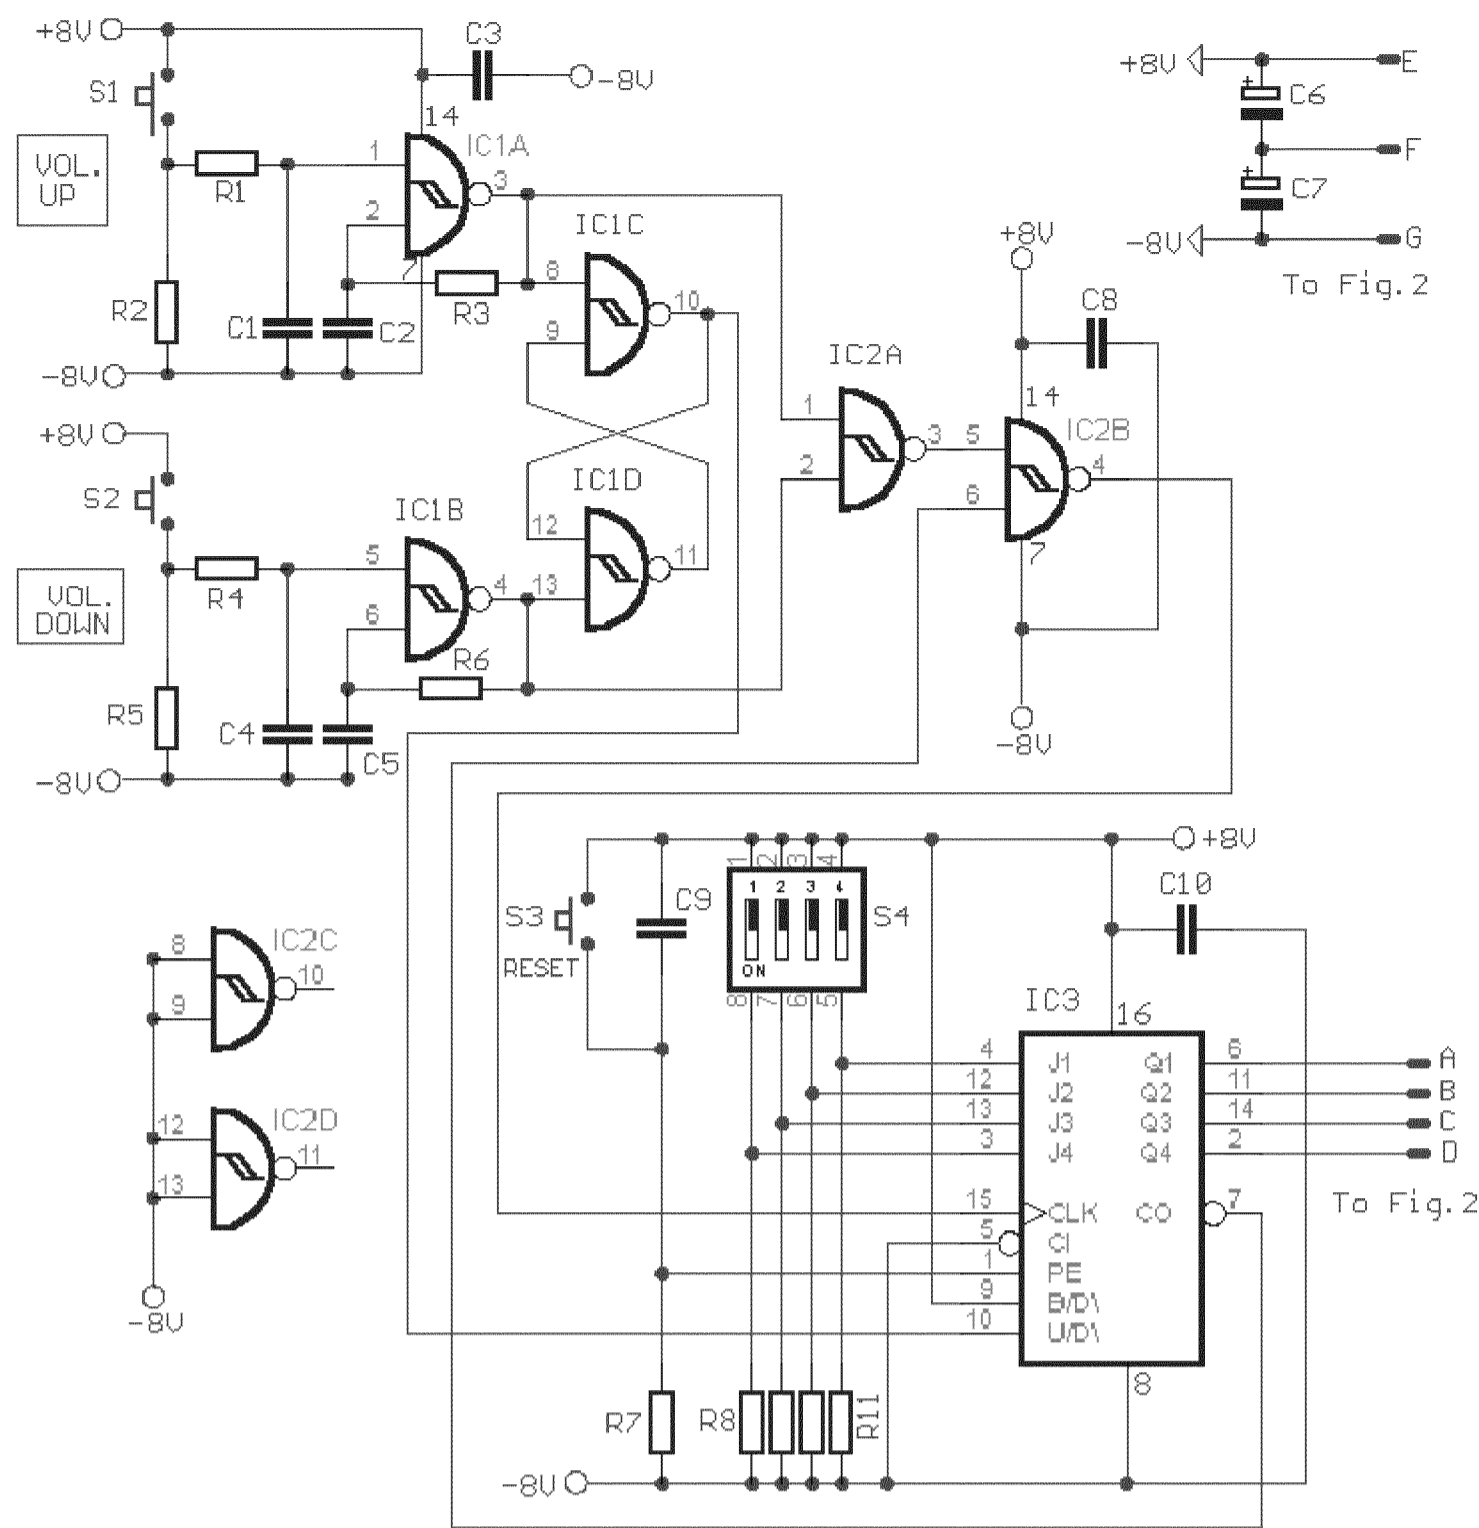
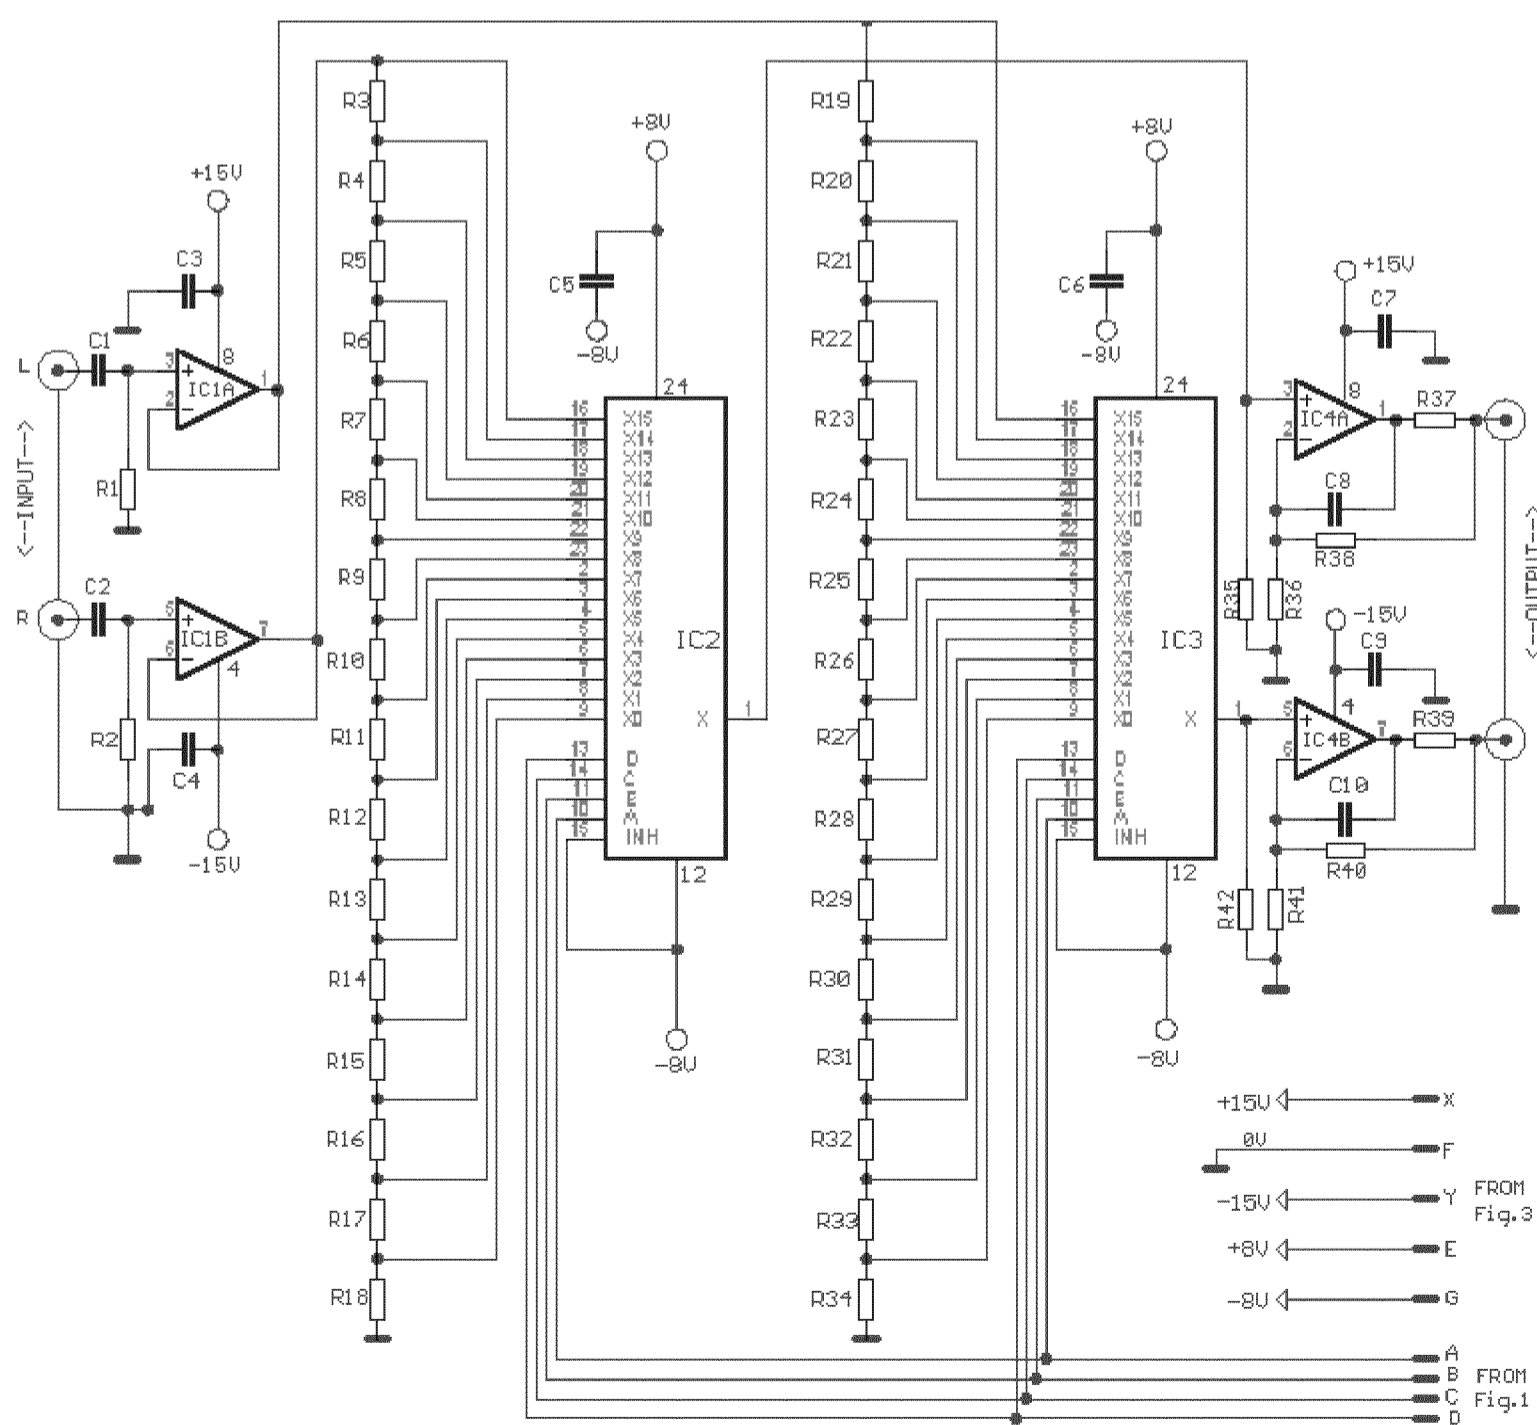
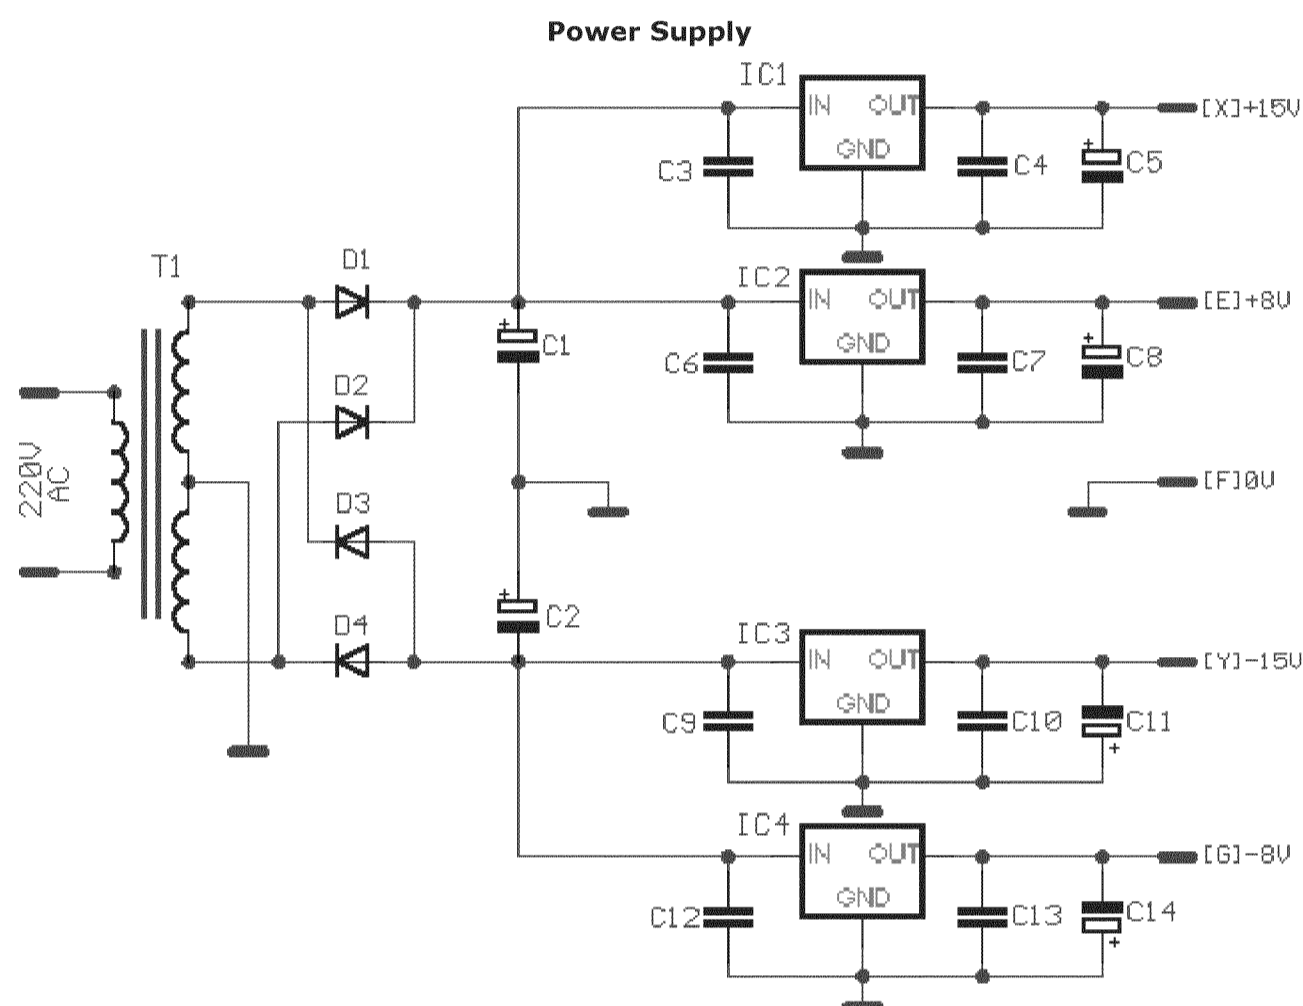

Fig.1- DIGITAL VOLUME
Fig.2- DIGITAL VOLUME
Fig.3--POWER SUPPLY FOR DIGITAL VOLUME Sam 3/02
Το κύκλωμα είναι ένας προενισχυτής με ψηφιακή ρύθμιση της έντασης του ήχου. Είναι χωρισμένος σε τρία τμήματα σε ανάλογα σχέδια. Στο πρώτο σχέδιο (Fig.1) βρίσκεται το κύκλωμα ελέγχου του ηλεκτρονικού ποτεσομέτρου. Ο έλεγχος γίνεται από δυο πιεστικούς διακόπτες. Τον S1 (UP), που ανεβάζει την ένταση του ήχου και τον S2 (DOWN), αντίθετα, που κατεβάζει την ένταση, ελέγχοντας τους δυο ταλαντωτές IC1A-B, ακολουθεί ένας διασταθής πολυδοντής R-S (IC1C-D), με τους οποίους καθορίζεται η κατεύθυνση του απαριθμητή IC3. Η πύλη IC2B εξασφαλίζει την απενεργοποίηση του απαριθμητή στα όρια της περιοχής ρύθμισης. Με τον S4 έχουμε την δυνατότητα να επιλέξουμε το επίπεδο του ήχου στο οποίο θα επανέλθει μετά από RESET ή όταν δίνουμε τάση στο κύκλωμα. Αυτή η λειτουργία είναι πολύ χρήσιμη όταν επιλέξουμε μηδενική στάθμη ήχου, τότε με τον διακόπτη S3 έχουμε την δυνατότητα να παμε σε κατάσταση MUTE, σε ταχύ μηδενισμό του ήχου. Θα πρέπει να προσέξετε την τροφοδοσία του κυκλώματος η οποία είναι συμμετρική ± 8V. Οι λογικές καταστάσεις, από τις εξόδους A,B,C,D, οδηγούνται στις αντίστοιχες εισόδους των IC2-3 στο Fig.2, ενώ τα σημεία E,F,G, συνδέονται στις αντίστοιχες εξόδους του τροφοδοτικού (Fig.3).
The circuit is a preamplifier with digital regulation intensity of sound. He is separated in three departments. In first schematic (Fig.1), is found the circuit of control of electronic potesometer. The control become from two pressing switches. The S1 (UP), that put up the intensity of sound and the S2 (DOWN), on the contrary, that lower the intensity, checking them two oscillator follow a bistable multivibrator R-S (IC1C-D), with that determined the direction of counter IC3.. The gate IC2B ensure deactivate the counter in the limits of region of regulation. With the S4 we have the possibility selecting the level of sound, in which it will come back after RESET or when we give supply in the circuit. This operation is very useful when we select null level of sound, then with switch S3 we have the possibility of going to situation MUTE, to rapid nihilism of sound. It will be supposed you are careful the supply of circuit, which is symmetrical ± 8V. The logic conditions, from outputs A,B,C,D driven on correspondingly inputs IC2-3 in Fig.2, the points E,F,G linked on correspondingly outputs from power supply (Fig.3).
Στο δεύτερο σχέδιο (Fig.2), γίνεται η επιλογή των αντιστάσεων του διαιρέτη οι οποίες είναι συνδεδεμένες στις 16 εισόδους ενός αναλογικού πολυπλέκτη. Εδώ οι πολυπλέκτες είναι δυο οι IC2-3, ένας για κάθε κανάλι. Στο κύκλωμα υπάρχουν και δυο διπλά αναλογικά ολοκληρωμένα. Ένα στη είσοδο IC1A-B και ένα στην έξοδο IC4A-B, που κάνει και μια ελαφρά ενίσχυση. Η ενίσχυση του IC4A-B μπορεί να αλλάξει ανάλογα με τις δικές μας ανάγκες, αλλάζοντας την τιμή της R38-40. Εάν προσθέσουμε στην είσοδο έναν μεταγωγό διακόπτη, ώστε να κάνουμε επιλογή διαφόρων πηγών εισόδου τότε θα έχουμε ένα πλήρη ποιοτικό προενισχυτή, απαλλαγμένο από τα προβλήματα που έχουν τα κλασσικά μηχανικά ποτεσομέτρα.
In second schematic (Fig.2), become the choice of resistors of divider, what is connected in the 16 entries of one analog multiplexer. Here the multiplexers they are two IC2-3, one for each channel. In the circuit they exist also two dual analog opamp.. One, in the input IC1A-B and one, in output IC4A-B, that make also a light gain. The gain of IC4A-B can change depending on our own needs, changing the value of R38-40. If we add in the input a rotary switch, so that we make choice of various sources of input, then we will have a complete qualitative preamplifier, exempted from the problems that have classic mechanic potesometer.
Στο τρίτο σχέδιο (Fig.3), υπάρχει ένα κλασσικό τροφοδοτικό, με διαχωρισμένες τις τροφοδοσίες για το αναλογικό και το ψηφιακό τμήμα.
In third schematic (Fig.3), he exist classic power supply, with separated the supply for the analog and digital department.